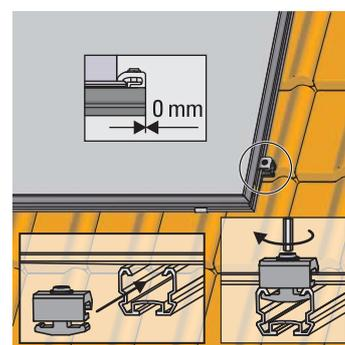

Fig. 3-20 Controllare la posizione di montaggio corretta, inserire la piastrina di bloccaggio singola nella guida di montaggio inferiore e avvitare saldamente
5. Spostando lateralmente il collettore piano, disporlo di fronte alle due estremità esterne di sinistra delle guide profilate di montaggio finché la distanza tra il profilo del collettore e il bordo esterno delle guide non è di ca. 25 mm (fig. 3-20).
Spingere la piastrina di bloccaggio singola lateralmente nella guida profilata di montaggio (bordo a filo) e avvitare saldamente con una chiave a esagono cavo (fig. 3-20).